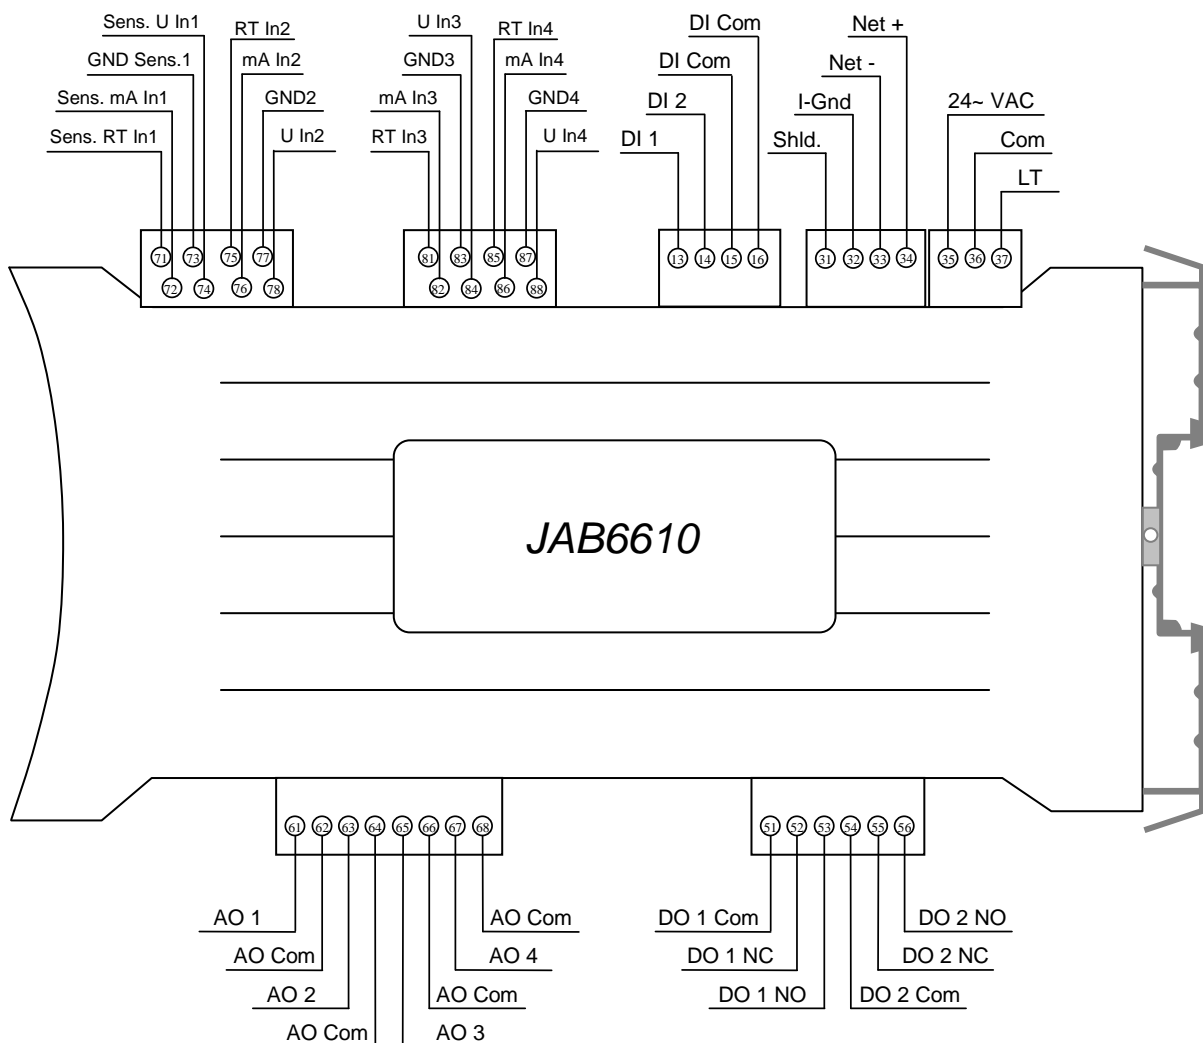

Abb. 1: Anschlussplan des Moduls JAB6610
1. Verdrahten Sie das Gerät gemäß dem Anschlussplan (siehe Abb. 1).